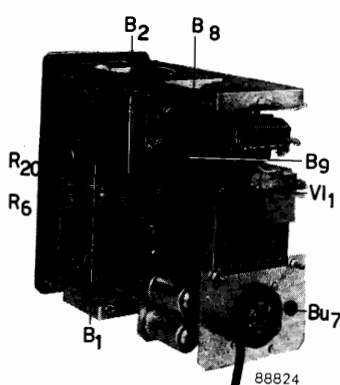

Fig. 1
F. Buizen (zie fig. 1 en 2)
De plaats van de knoppen en aansluitbussen is aangegeven in fig. 1 en 9.